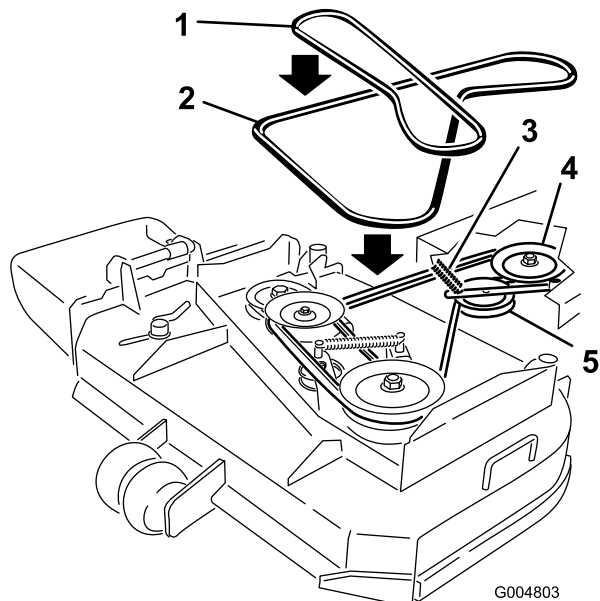

Figura 38
6. Retire la correa de la polea central de la carcasa del cortacésped (Figura 38).
7. Retire la correa de la polea del motor y la polea tensora tensada con muelle (Figura 38).
8. Instale la nueva correa en la polea del motor y la polea tensora tensada con muelle (Figura 38).
- Coloque la correa en la polea central de la carcasa del cortacésped (Figura 38).